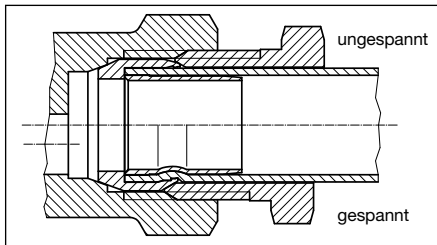

Abb. 2 Klemmringverschraubung „Ofix“
2. Wenn Sie dünnwandige oder sehr weiche Kupferrohre verwenden, führen Sie zunächst Stützhülsen (Zubehör) in die Rohrenden ein, bevor Sie die Klemmringverschraubung montieren. Mit Hilfe der Stützhülsen können diese Rohre die nötigen Klemmkraft aufnehmen, so dass eine dichte Rohr-/Armaturenverbindung entsteht (siehe Abb. 2).